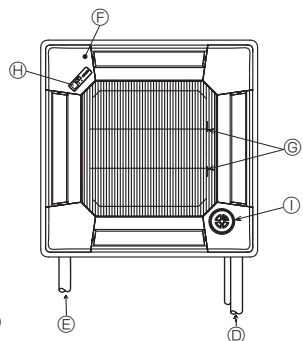

Fig. 9-9
9.5. Montering af indtagsgitteret (Fig. 9-9)